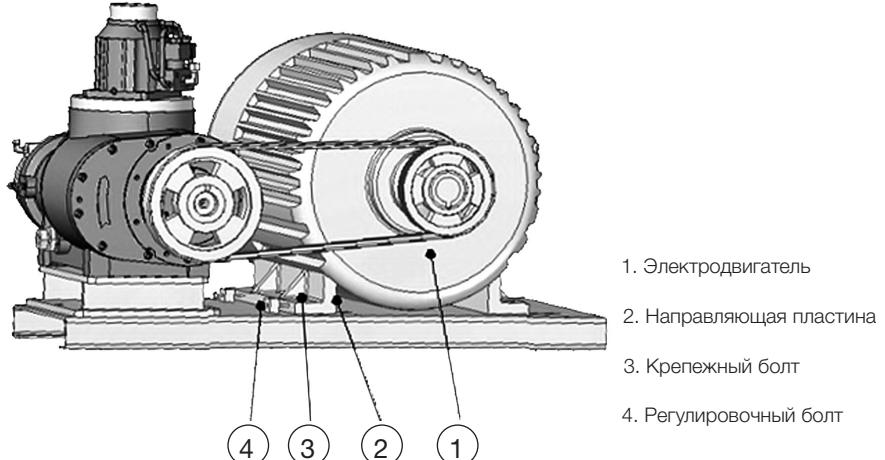

Рис. 6.1 Внутренние детали компрессора
- в. Для регулировки натяжения ремня слегка ослабьте четыре крепежных болта под главным электродвигателем и поверните регулировочный винт для перемещения электродвигателя и натяжения клиновых ремней. После завершения регулировки затяните крепежные болты, удерживая электродвигатель. См. рис. 6-1.